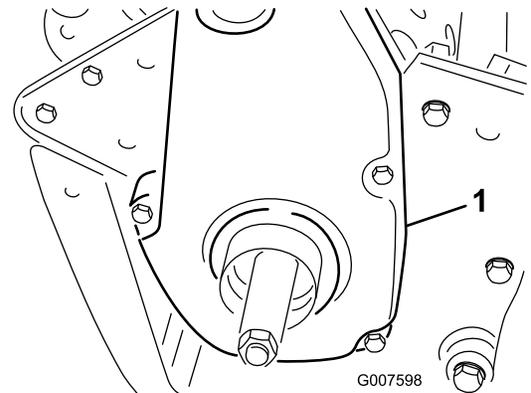

図 36
1. ベルト・カバー取り付けネジを外してカバーを取り、ベルトを露出させる 図 36。